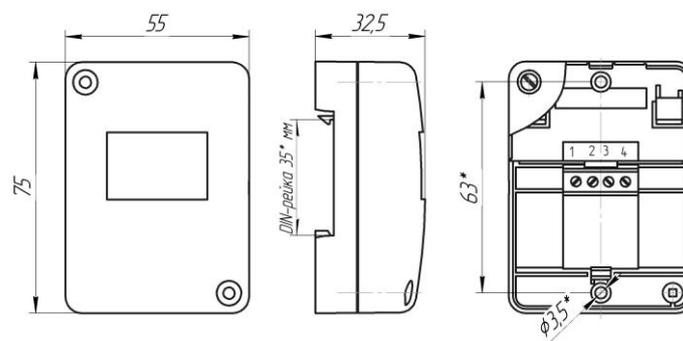

Рис.1. Габаритные и установочные размеры модуля.
2.1.2. Габаритные и установочные размеры модуля показаны на рис.1, принципиальная схема подключения - на рис.2,3.